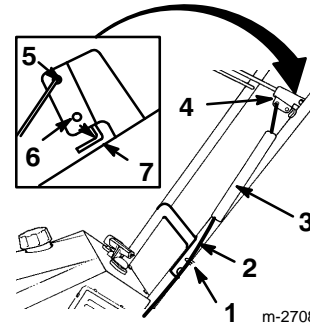

**Abbildung 9**
3. Den oberen Griffbügel wie in Abbildung 9 gezeigt installieren.